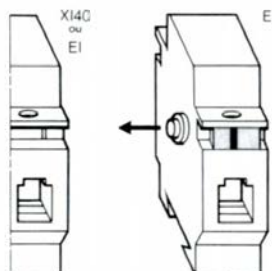

fig. 1
■ sur une surface plane placer l'élément unipolaire près du côté droit du XI40 (fig. 1),